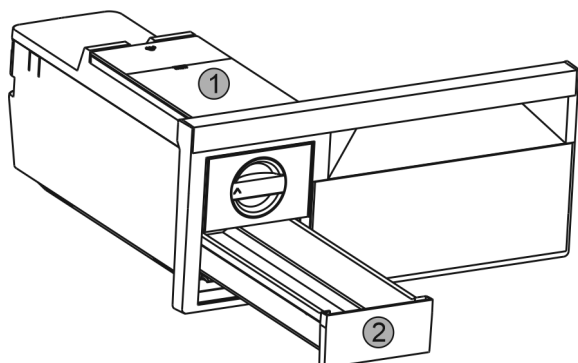

Fig. 40
- Enlever le réservoir d'eau Fig. 40 (1) et le tiroir à glaçons Fig. 40 (2).